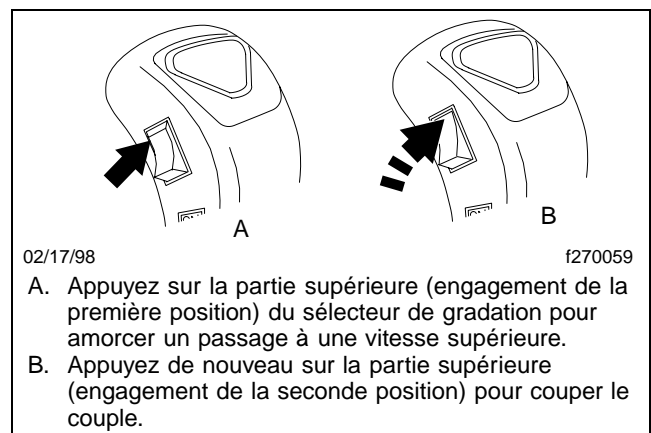
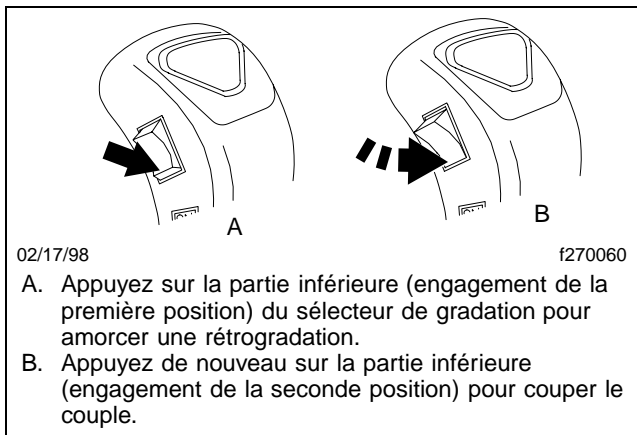

Fig. 8.19, Passage en vitesse supérieure ESS à l'aide du sélecteur de gradation
Fig. 8.20, Rétrogradation ESS à l'aide du sélecteur de gradation
NOTE : Si l'interrupteur du système est sur OFF (arrêt), utilisez le sélecteur de gradation pour sélectionner les gammes. Appuyez sur la partie supérieure du sélecteur (**figure 8.19**) pour choisir la gamme haute (HI) lors des passages aux vitesses supérieures, et sur sa partie inférieure (**figure 8.20**) pour choisir la gamme basse (LO) lors des rétrogradations.
- 1.3 Appuyez de nouveau sur la partie supérieure du sélecteur de gradation, suffisamment pour l'engager en seconde position dans le corps du levier de vitesses. Puis relâchez le sélecteur. Voir la **figure 8.19**. Cela coupera le couple.
- 1.3 Appuyez de nouveau sur la partie inférieure du sélecteur de gradation, suffisamment pour l'engager en seconde position dans le corps du pommeau du levier. Puis relâchez le sélecteur. Voir la **figure 8.20**. Cela coupera le couple.